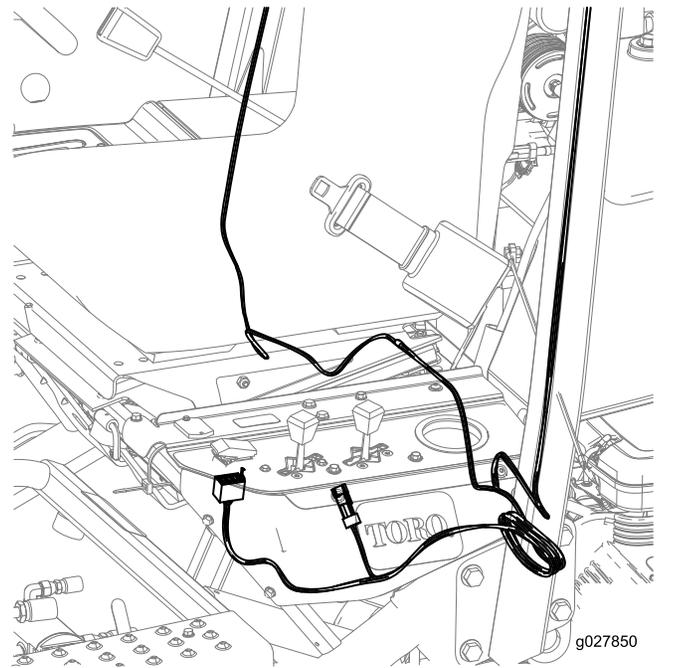
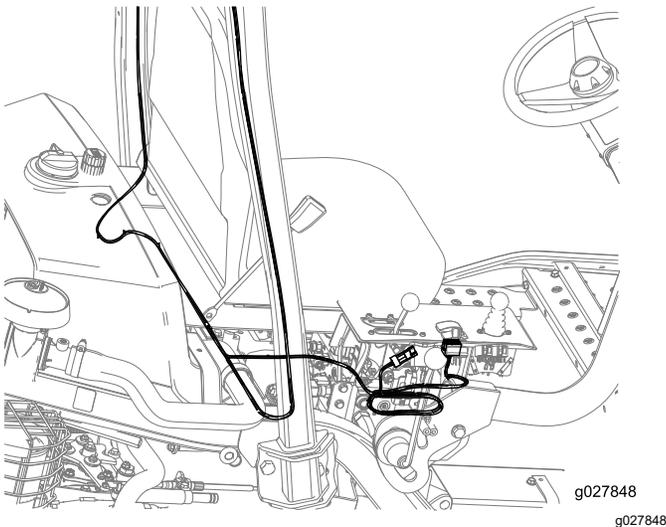
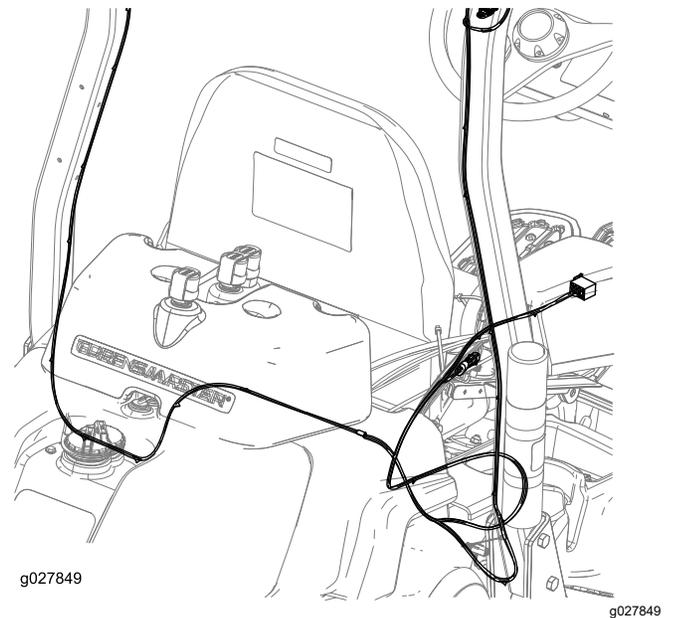

Figura 4
Figura 3
Figura 5
1. Enrute el arnés de cables junto al ROPS y por debajo del asiento, tal y como se muestra en la Figura 3, la Figura 4, o la Figura 5.